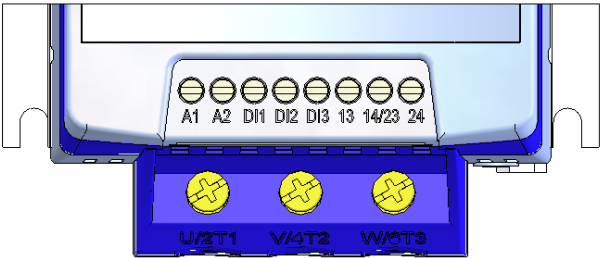

Figura 3.9 - Bornes de controle da SSW-07
- As conexões de controle (entradas digitais e saídas a relé) são feitas através dos bornes (consulte o posicionamento na figura 3.9). Bitola dos cabos: 0,5 mm² (20 AWG) a 1,5 mm² (14 AWG).